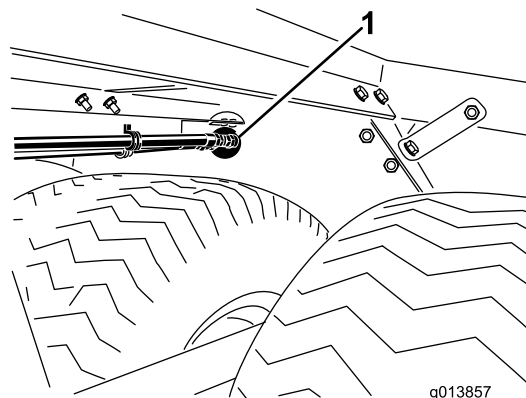

図 2
5. オイルの入口フィッティングと出口フィッティング、およびホースガイドの取り付けブラケットがすべてプロパスのシャーシの後部壁にあいている丸穴に無理なく通ることを確認する 図 2。